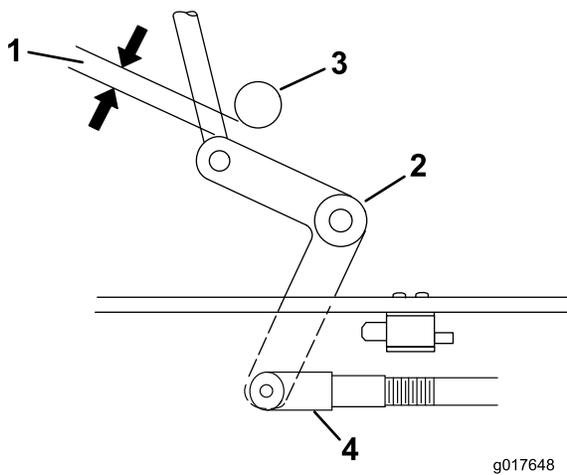
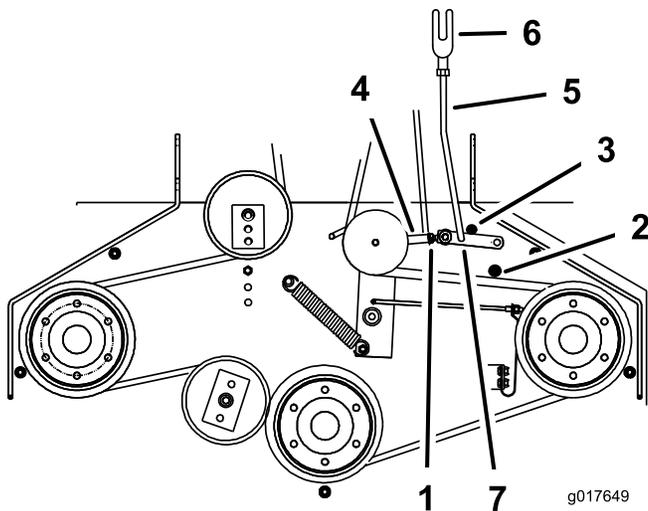

Figure 50
Figure 51
- Vérifiez l'écartement entre l'axe coudé et l'arbre de sortie de transmission (Figure 50).
5. Vérifiez que le bras d'assistance est en appui contre la butée arrière sur le tablier (Figure 51).
7. Le bras d'assistance doit toucher la butée avant sur le plancher. S'il ne la touche pas, réglez le levier coudé pour le rapprocher de l'arbre de sortie de boîte de vitesses (Figure 50 et Figure 51).
8. Pour ajuster la bielle du bras d'assistance, enlevez la goupille fendue du bras d'assistance (Figure 51).
10. Installez la bielle dans le bras d'assistance et fixez-la avec la goupille fendue (Figure 51).